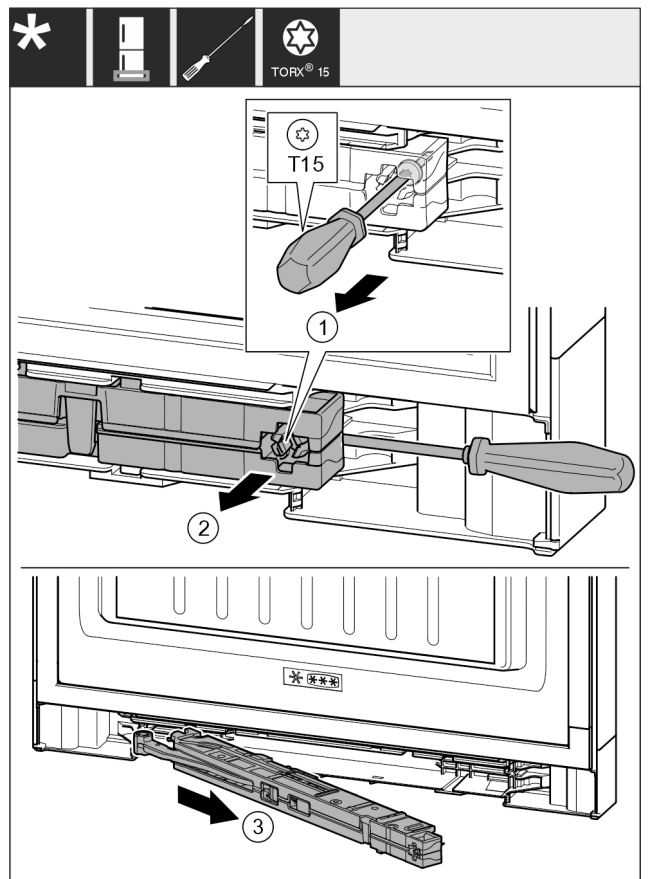

Fig. 18
- Schraube an Schließdämpfereinheit mit Schraubendreher T15 ca. 14 mm lösen. Fig. 18 (1)
- Mit Schraubendreher griffseitig hinter Schließdämpfereinheit fahren. Einheit nach vorn drehen. Fig. 18 (2)
- Einheit herausziehen. Fig. 18 (3)